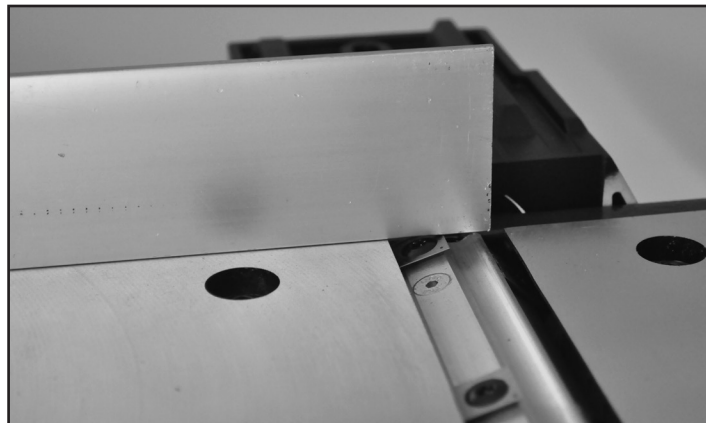

FIG. 24
3. Con un borde recto de metal largo, colóquelo longitudinalmente a lo largo de la mesa de salida para que se extienda sobre la fresa de plaquita en su punto de rotación más alto. Compruebe la medida de la fresa de plaquita en el extremo derecho y, a continuación, muy a la izquierda en el cabezal de corte. FIG. 24.